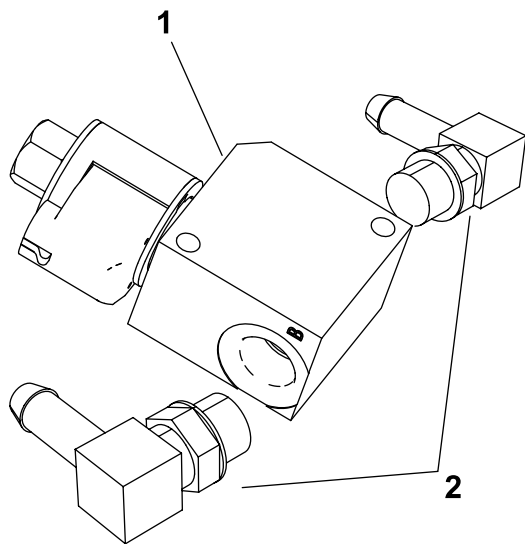

図 7
- ソレノイドバルブの前後に油圧フィッティング90°2個を取り付ける図7。